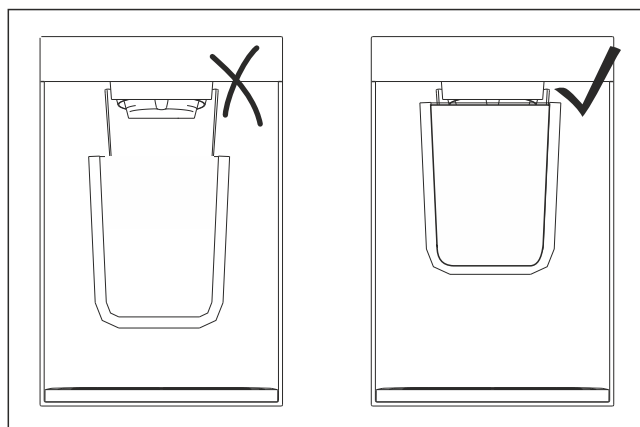

Fig. 103 Przykładowa prezentacja
- ▶ Przytrzymać pojemnik jak najbliżej otworu wylotowego. (patrz Fig. 103)